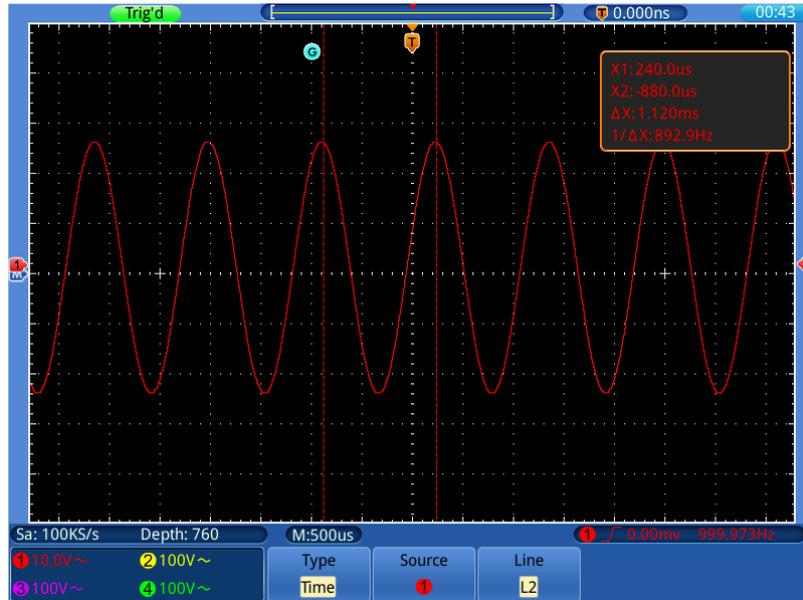

Fig. 0-11 Forma de onda de medición de tiempo con cursor
2. Seleccione **Source** en el menú inferior y ① en el de la izquierda.
4. Seleccione **Line** en el menú inferior y **L1** en el de la derecha. El icono **G** que aparece junto a la línea de puntos de L1, significa que puede girar la perilla **G** para ajustar la posición de L1. Seleccione **L2** para ajustar la posición de L2. Seleccione **L1&L2** para ajustar los dos cursores al mismo tiempo. La ventana de medición con cursor en la parte superior derecha muestra el tiempo actual de los dos cursores, la diferencia absoluta y la frecuencia (consulte la fig. 0-11).